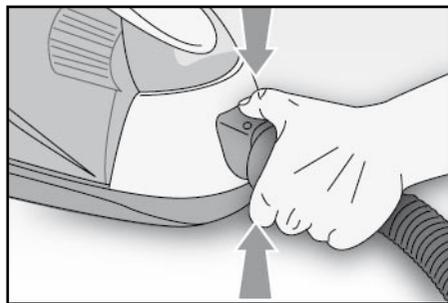

Fig. 2
- Inserire il manicotto (P) nell'apertura di entrata dell'aria (G) e premerlo finché non scatta il blocco. Per rimuoverlo, è necessario premere contemporaneamente i due pulsanti di sblocco (U) ed estrarlo (Fig. 2).